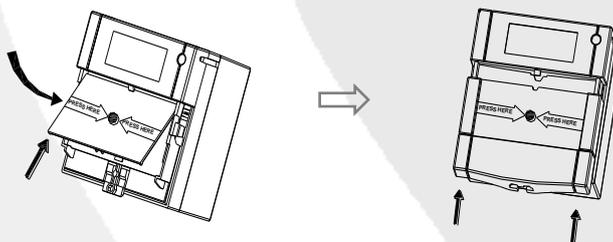

Fig. 5: Recoloque o acrílico de operação e a parte frontal
3. Recoloque o acrílico de operação e encaixe a parte frontal no corpo (Fig. 5):